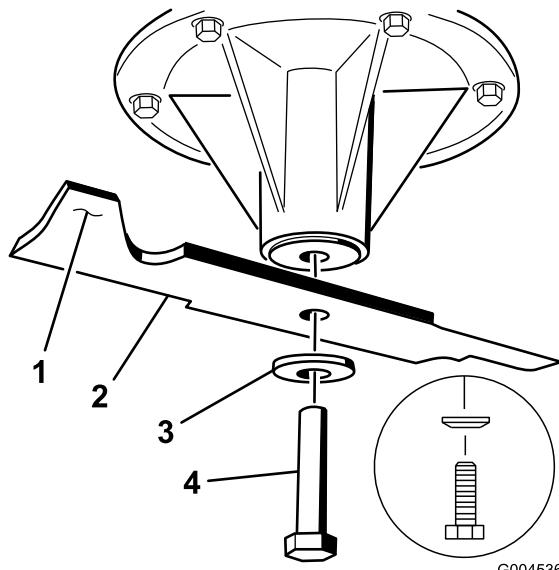

図 80
- スピンドルのシャフトからブレード・ボルト、湾曲ワッシャ、ブレードを取り外す(図 80)。
ればバランスがとれているからそのまま使用してよい。もし傾くようなら、重い方の裏面を少し削って調整する（図 80）。バランスがとれるまで調整する。